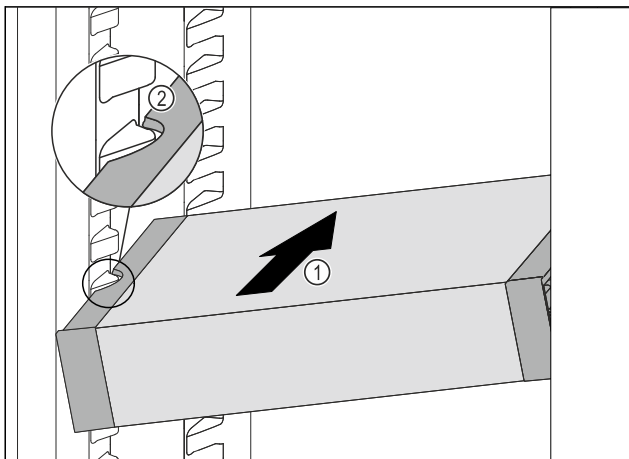

Fig. 101
- ▶ Insérer le VarioSafe en biais dans la partie réfrigérateur Fig. 101 (1) jusqu'à ce que les encoches latérales Fig. 101 (2) du VarioSafe se trouvent à la hauteur de la nervure du bac dans la partie réfrigérateur.